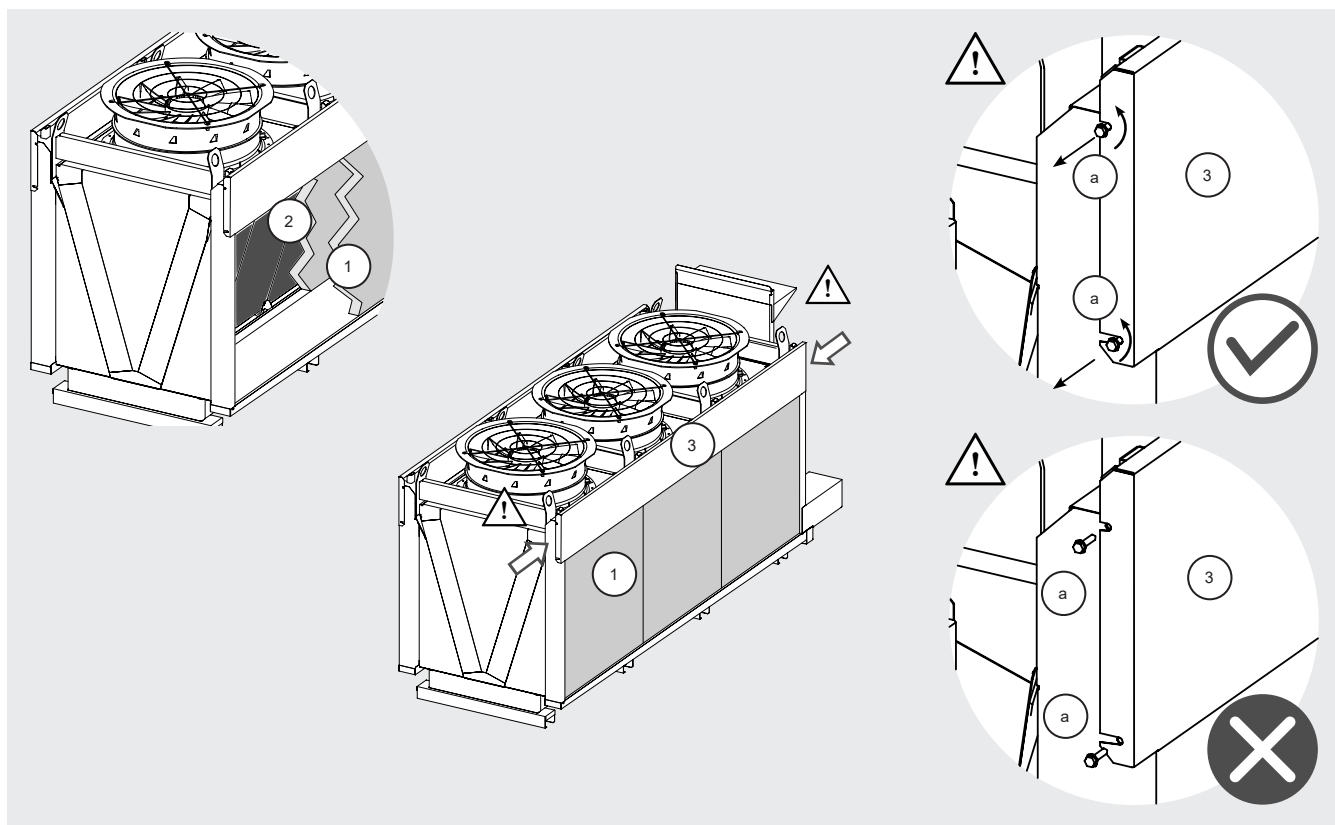

Figure 19
- 12.11.6 Pour nettoyer ou remplacer les panneaux, il faut d'abord retirer les panneaux extérieurs (1) puis les panneaux intérieurs (2). Voir la Figure 19.
- 12.12.4 Dévissez les vis fixant le couvercle (3) du compartiment des buses conformément à la Figure 19. Ouvrez le compartiment des buses en soulevant le couvercle (3) comme indiqué au point 12.11.8.